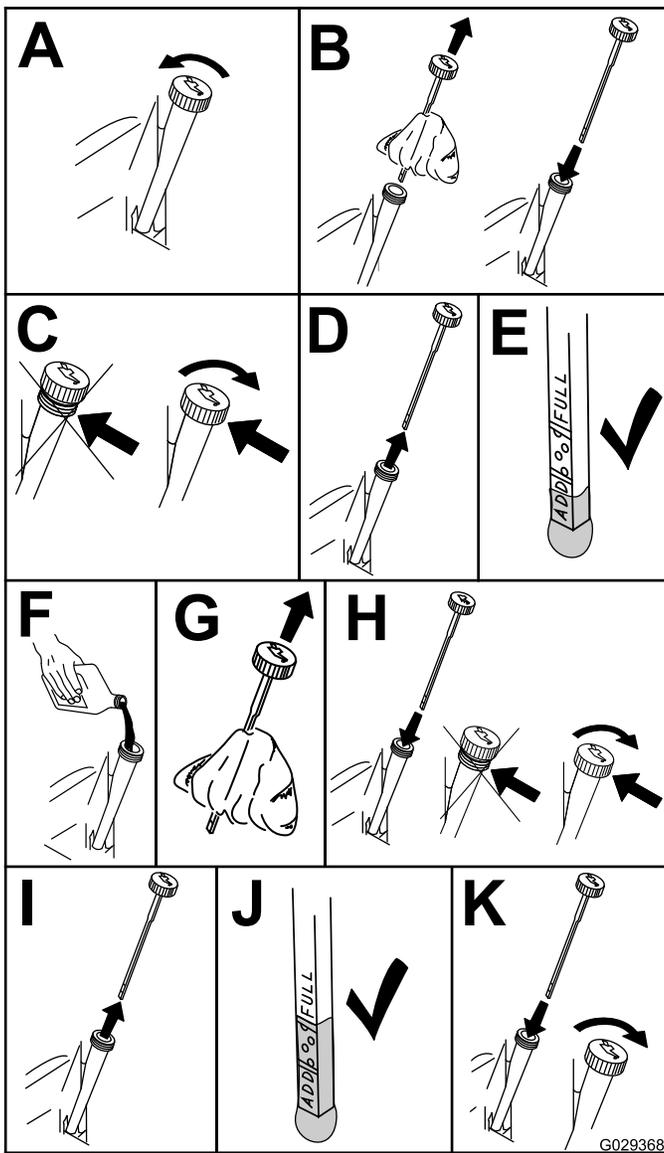

Figure 32
4. Contrôlez le niveau d'huile moteur (Figure 32).